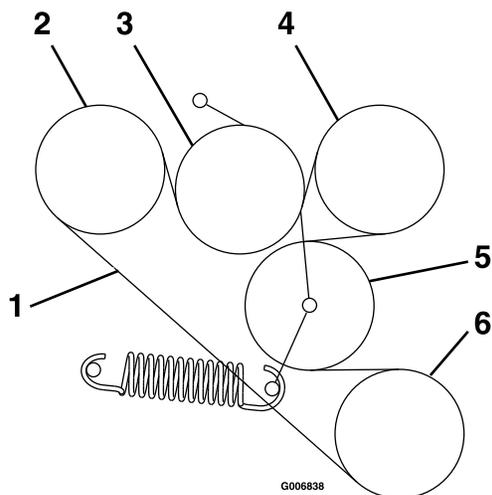

Figura 62
6. Posizionate la nuova cinghia sulle gole come mostrato nell'adesivo posizionato dietro lo schermo di azionamento sinistro (Figura 62).